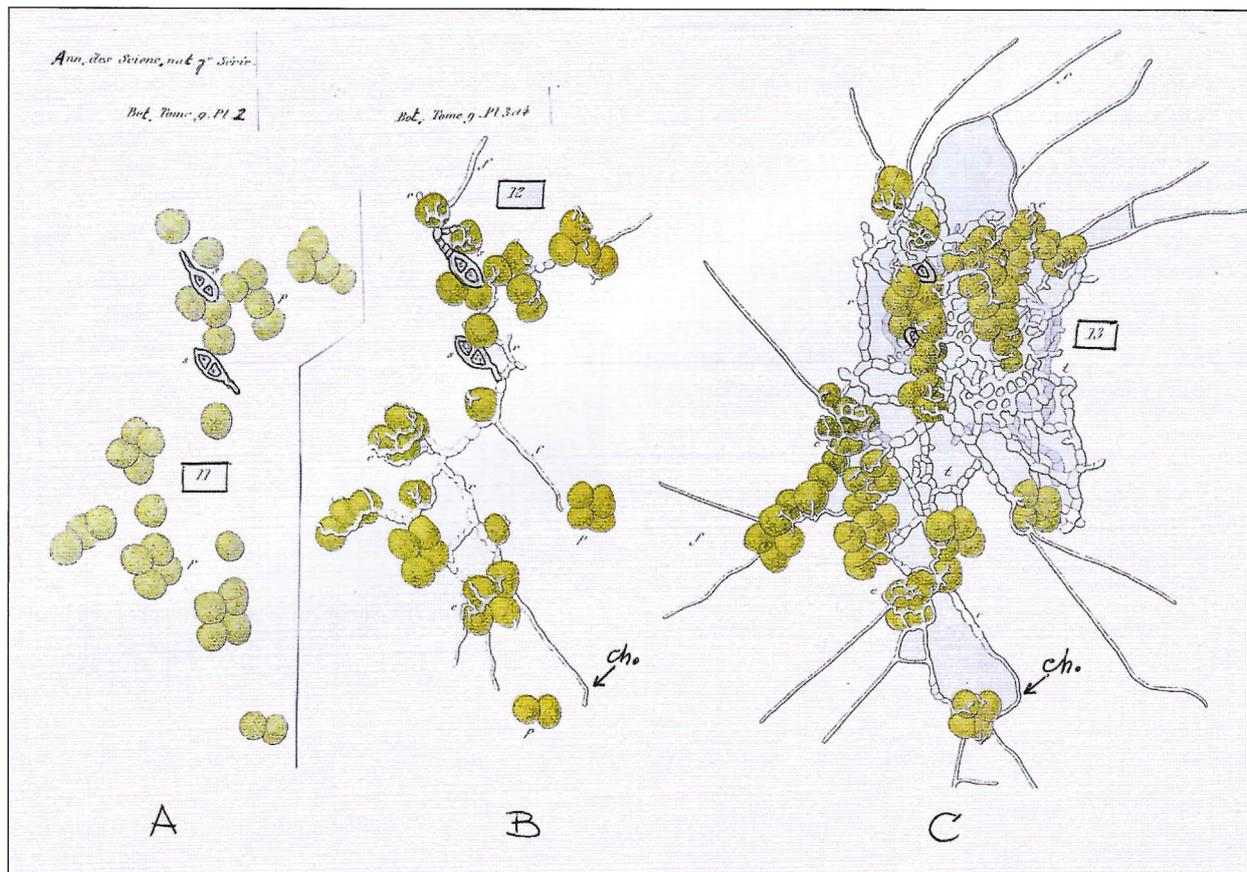

Fig. 8 : Premiers stades de la synthèse de **Xanthoria parietina** (d'après 6.b).
Malgré quelques contestations locales (13) il revient à G. BONNIER d'avoir synthétisé le premier un lichen en suivant son évolution sous microscope en cellule de VAN THIEGEM aseptique (fig. 8).